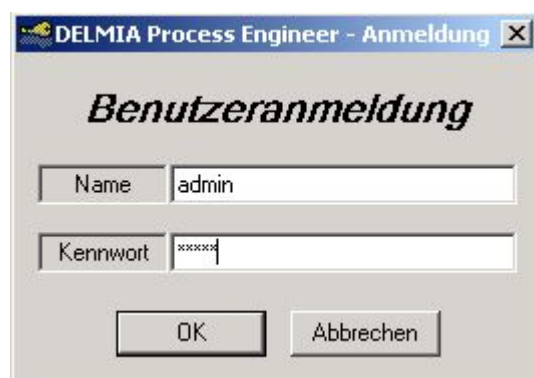

Abbildung 2: Dialogbaustein „Benutzeranmeldung“.
Im Dialog Benutzeranmeldung müssen Sie Ihren Benutzernamen und das Kennwort eingeben. Das Kennwort und der Benutzername werden vom Administrator angelegt. Entsprechend der vergebenen Rechte für einen Benutzer stehen diesem Benutzer Funktionen im Process Engineer zur Verfügung. Der Administrator hat z. B. Zugriff auf alle Funktionen im Process Engineer. Siehe auch: Abbildung 2.
- Geben Sie den Benutzernamen und das Kennwort ein. Achten Sie dabei immer auf die Schreibweise, wie sie vom Administrator angelegt wurde. Siehe auch: Abbildung 2.